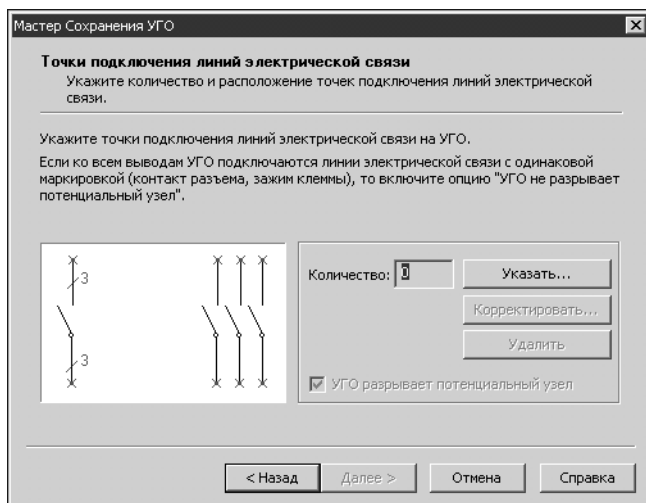

Рис. 3.5. Выбор точек подключения линий электрической связи
6. Откроется следующее окно (рис. 3.5).